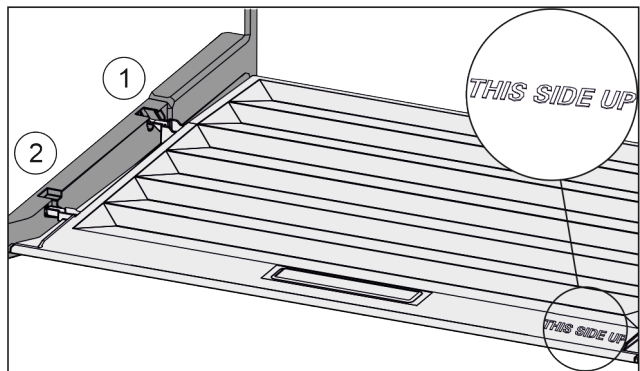

Fig. 32
- ▶ Вставити поперечні ребра через отвір заднього тримача Fig. 32 (1) і зафіксувати спереду у тримачі Fig. 32 (2).